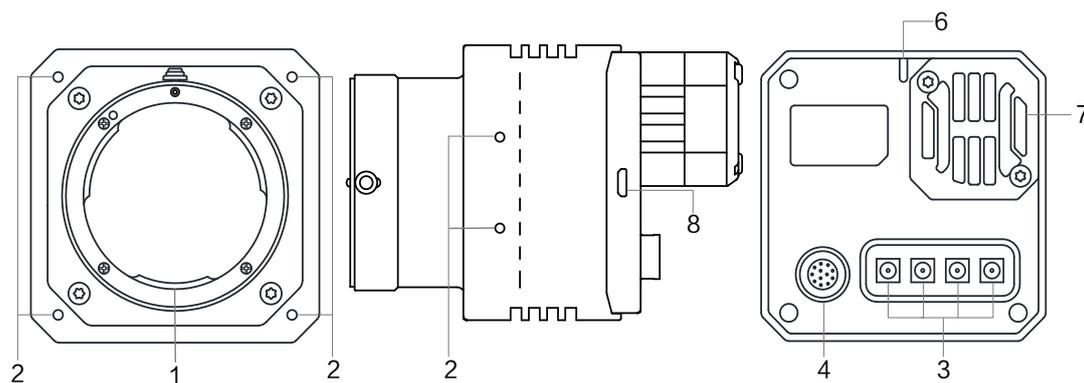
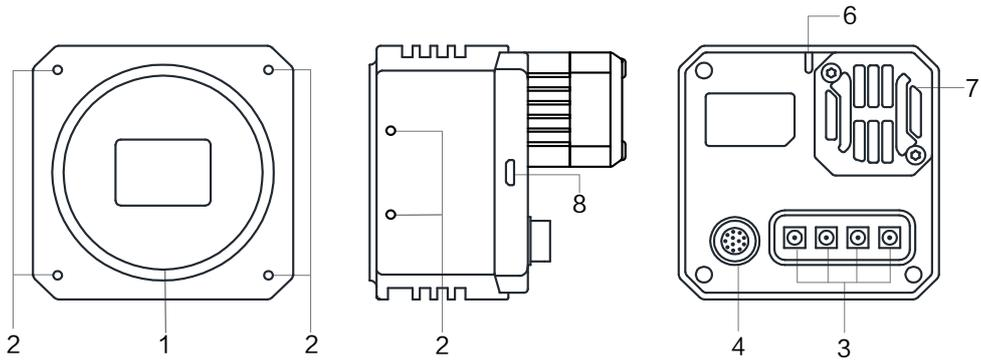
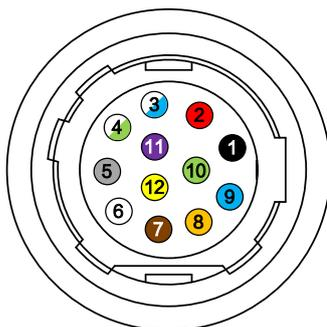

图4-1 F 口，带风扇，不带 TEC，CXP-6 接口相机外观
图4-2 M58 口, 带风扇, 不带 TEC, CXP-6 接口相机外观
图4-10 12-pin 接口
| 图 4-1 | F 口 | 带风扇 | 不带 TEC | CXP-6 |
| 图 4-2 | M58 口 | 带风扇 | 不带 TEC | CXP-6 |
- 图 4-1、图 4-2 相机外观对应的管脚信号定义如图 4-10、表 4-3 所示。
- 图 4-10 与表 4-3 中所示的线芯仅为我司销售的线缆线序以及对应的线芯颜色，若线缆不是从我司购买，请以实际线序以及对应线芯颜色为准。